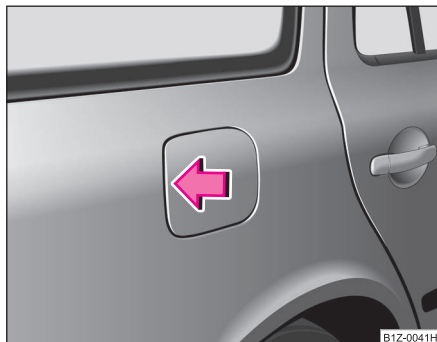

Fig. 187 Partea dreaptă spate a autovehiculului: Clapeta rezervorului
- Apăsați pe partea stângă a clapetei rezervorului ⇒ fig. 187.